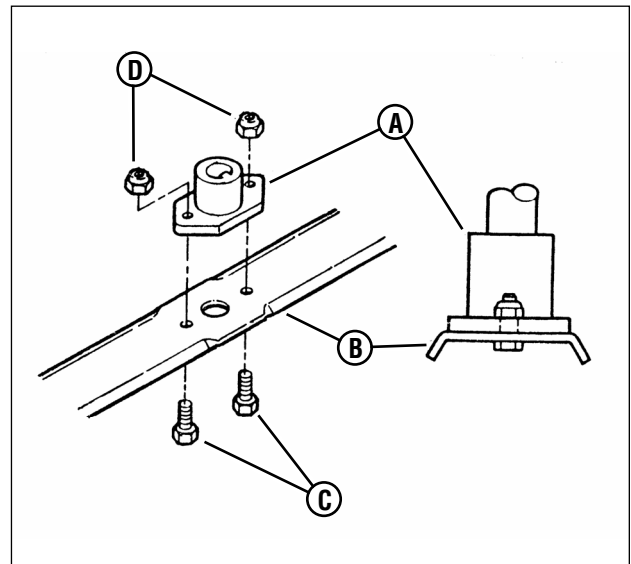

Figure 12 : Dépose de la lame de tondeuse
3. Déposez la lame (**B, Figure 12**).
- Réinstallez la lame (B, Figure 12). Veuillez noter l'ordre correct de montage :
- (A) Moyeu de lame
- (B) Lame (collerette vers le bas)
- (C) Boulon de fixation
- (D) Écrous